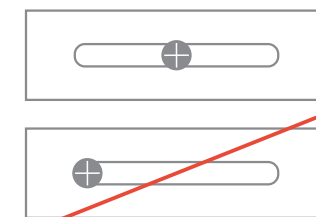

РИСУНОК 6
- Саморезы (**рисунок 6**) надо вкручивать в середину продолговатого крепежного отверстия, а не с краю – это может впоследствии привести к неправильному линейному расширению панели и аксессуаров сайдинга. Вкручивать саморезы необходимо с шагом 30 – 40 см. После вкручивания всех саморезов панели должны свободно перемещаться в ту и другую сторону по горизонтали в пределах ширины крепежных отверстий.